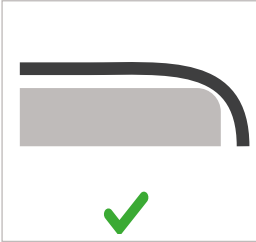
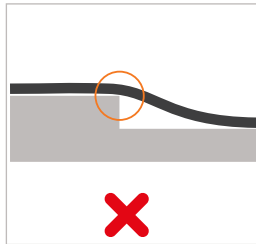

Abbildung 5
Abbildung 8
- ▶ Ziehen Sie den Schlauch nicht über scharfe Kanten (*Abbildung 5 bis Abbildung 8*).